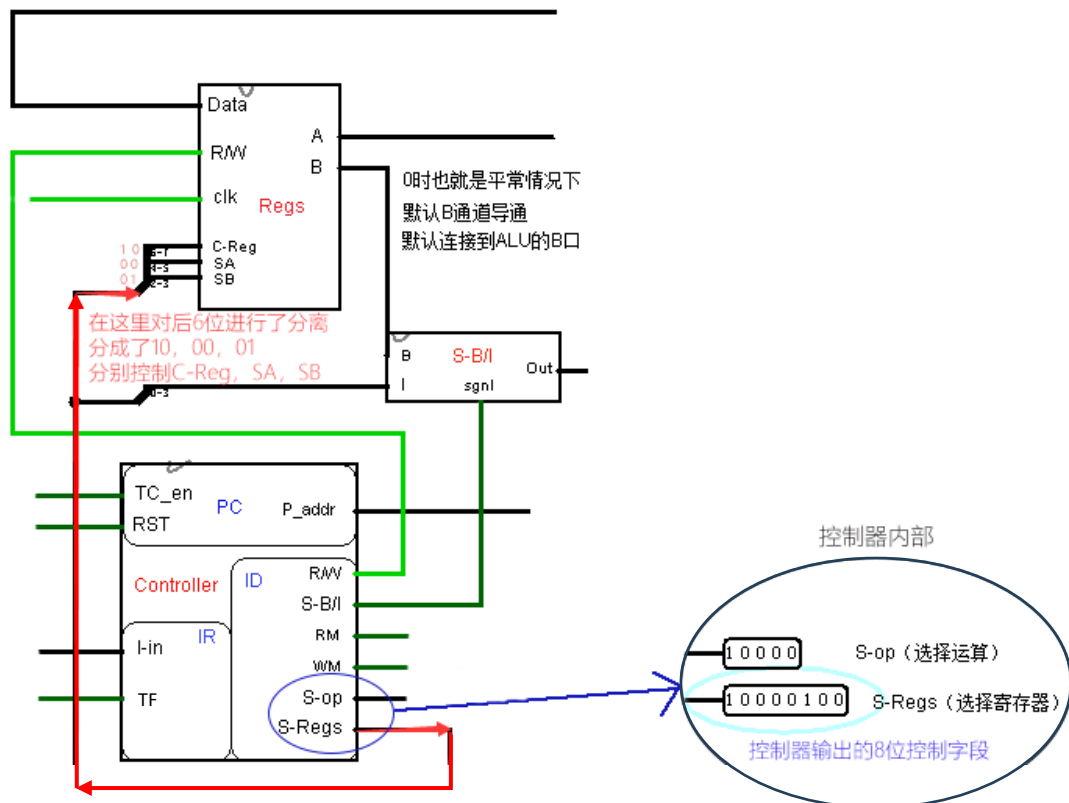

图 1 寄存器和控制器
- 其中 C-Reg（2 位）、SA（2 位）、SB（2 位）这 6 个控制位的控制字段来自控制器模块（CU）中 S-Regs 字段的 2~7 位，也就是图 1 中红线标注的部分。